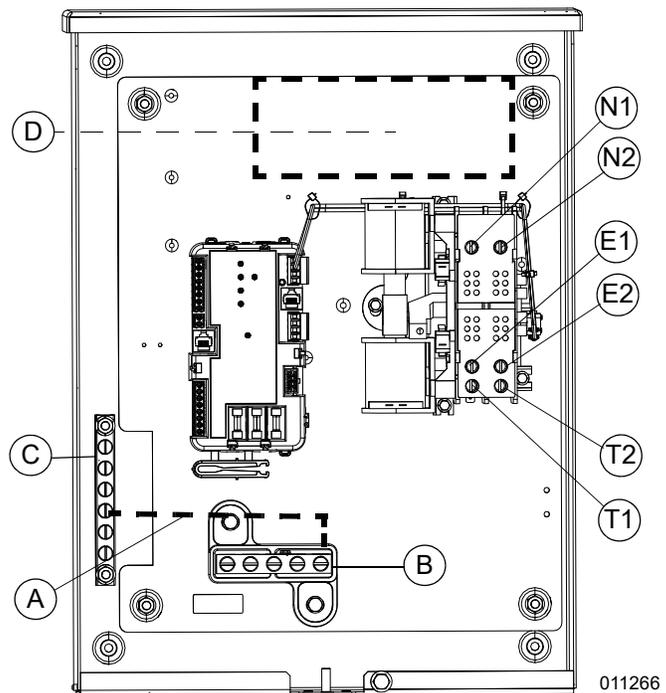

Figura 3-3. Conexiones de cableado, unidad de 100 A
NOTA: El modelo con clasificación de entrada de servicio de 100 A tendrá una desconexión de servicio en el área (D) de la Figura 3-3.